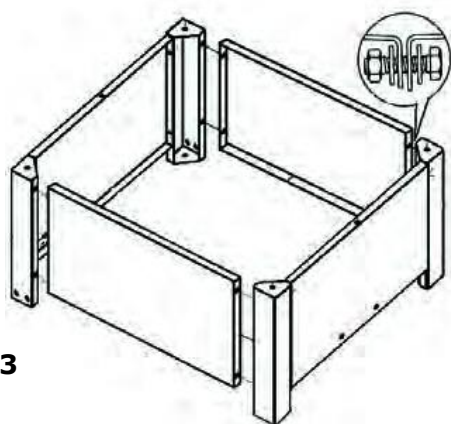

Fig. 3
a) Montez le châssis de base comme illustré (Fig. 3)